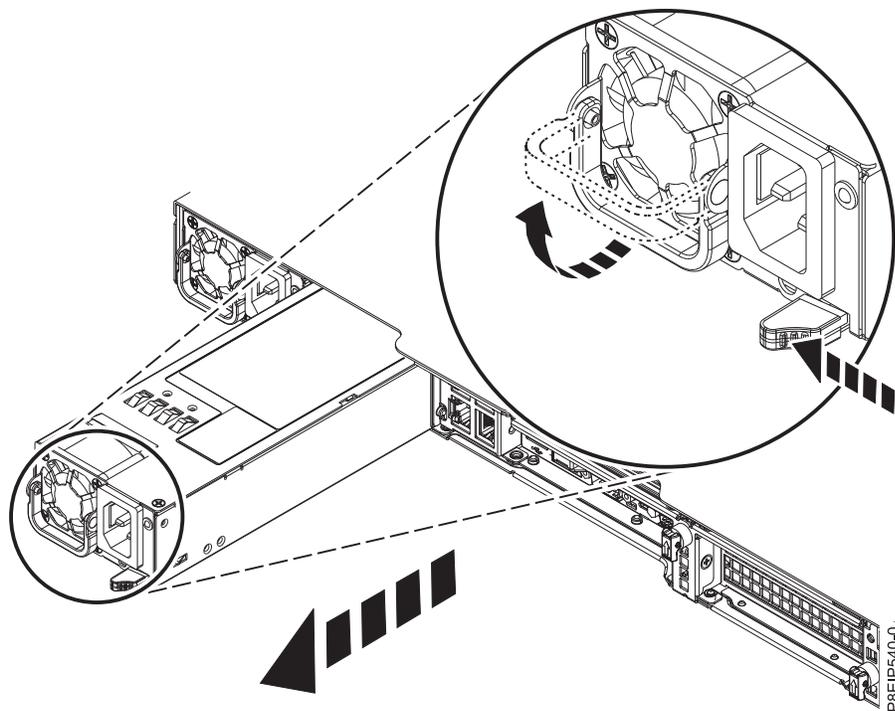

Abbildung 26. Ausbau eines Netzteils aus dem System
- a. Um das Netzteil aus seiner Position im System zu lösen, drücken Sie die Sperrzunge nach links (siehe Abb. 26).